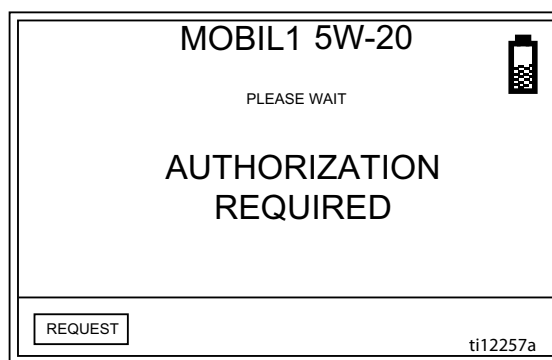

Рис. 23
2. После отправки запроса сверху экрана появляется сообщение «PLEASE WAIT» [ПОДОЖДИТЕ] (см. Рис. 23).